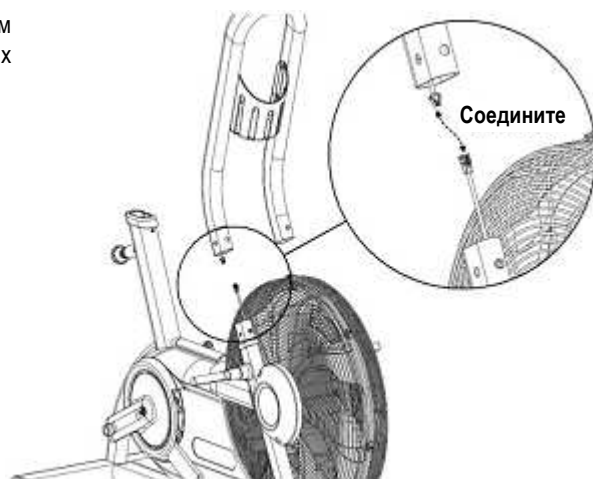

Рис. 4
4. Удерживая стойку панели управления (Рис. 4) над основанием тренажера, соедините соответствующие провода, выходящие из обоих элементов.